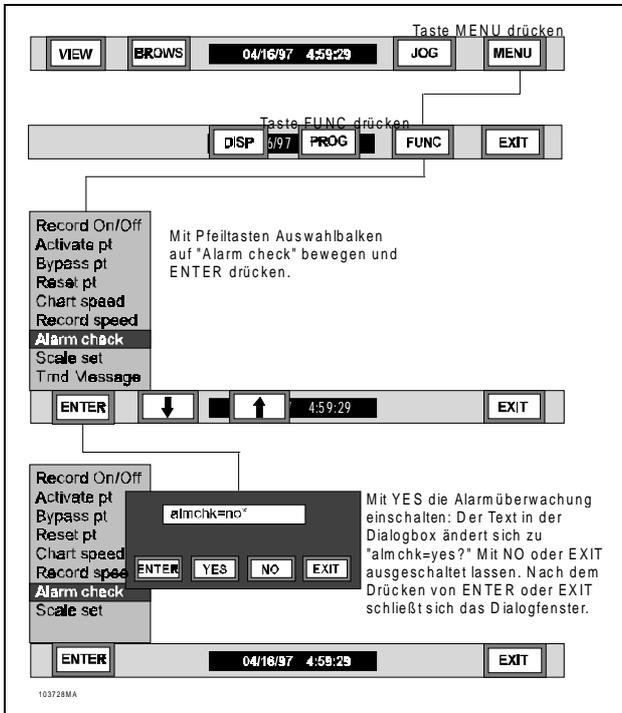

Bild 3-38 Ablaufdiagramm Alarmüberwachung
G. Alarmüberwachung – Der Menüpunkt "Alarm check" steuert den Zustand der Alarmüberwachung. Ist sie ausgeschaltet, werden Meßwerte *nicht* mit den eingestellten Grenzwerten verglichen, KEINE ALARMÜBERWACHUNG FINDET STATT. Zum Ein-/Ausschalten der Alarmüberwachung siehe Bild 3-38 und die folgenden Anweisungsschritte: